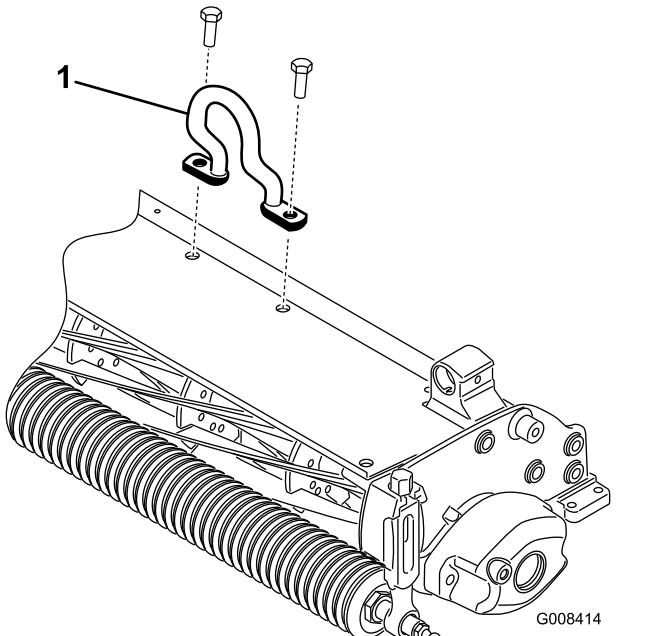

図 6
- サッティングユニットの上部にオフセットリンク **図 6** をキャップスクリュ2本で取り付け、